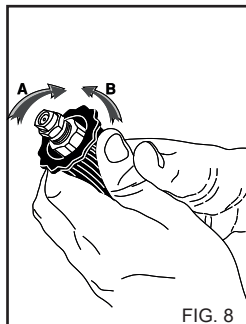

FIG. 8
För versionen med insugning av rengöringsmedel, aktivera reglaget för insugning av rengöringsmedlet på sprutröret (fig. 8).
4) Efter användningen med rengöringsmedel, skölj sugkretsen, sätt i rengöringsmedlets sugslang (fig. 8) i en ren vattendunk och sätt igång pumpen under 1 minut och sprutröret under vattenflödet.
**ANVÄNDNING AV DET REGLERBARA HUVEDET (Fig. 8) (Vers. DS)**